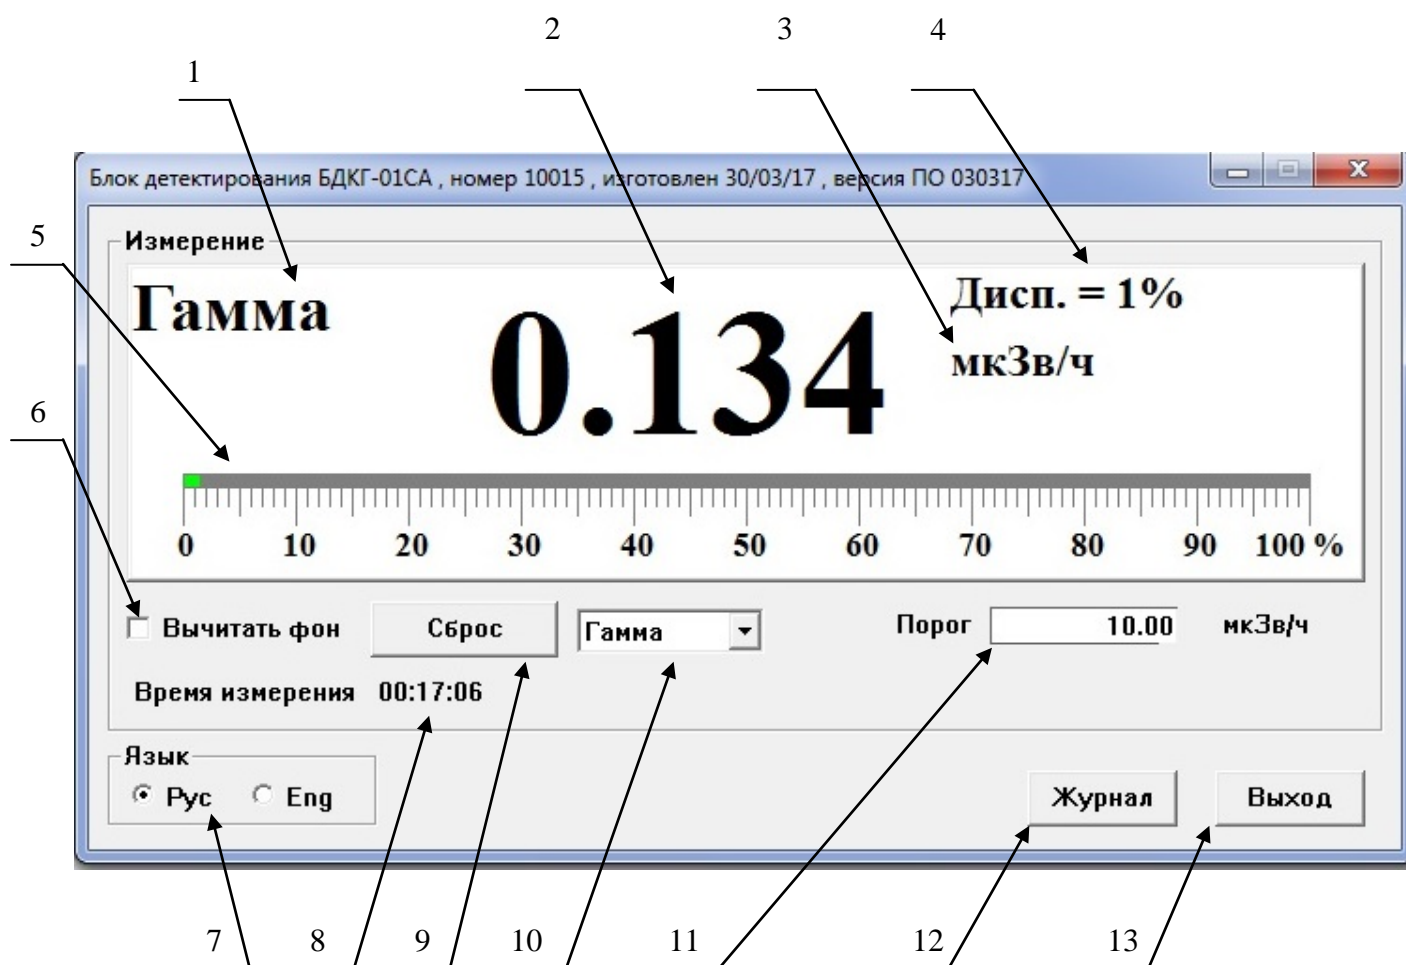
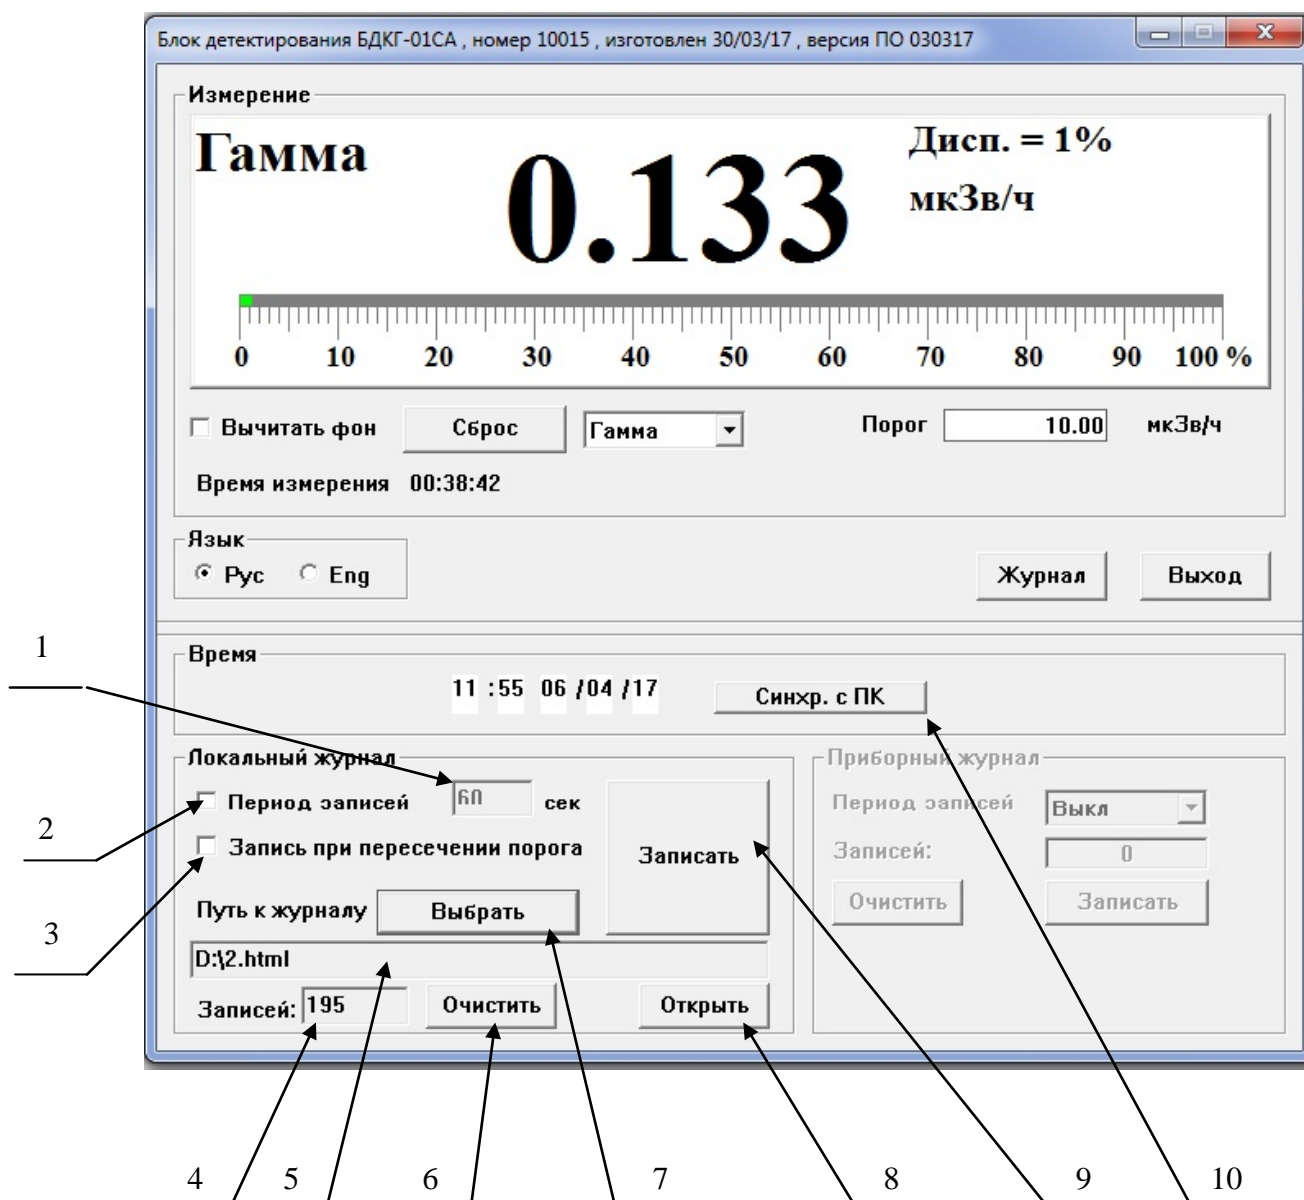

Рисунок 4 Окно программы «CONTROL\_BD.exe»
Рисунок 5 Окно настроек журнала программы «CONTROL\_BD.exe»
После запуска программы «CONTROL\_BD.exe» на экране появится интерфейс программы (см. рисунок 4).
2.4.4 Выберите необходимый режим измерения «ГАММА», «ДОЗА» или «ПОИСК» (рис. 4, поз. 10)
2.4.5 В процессе измерений отображается выбранный режим работы (рис. 4, поз. 1), значение текущего результата измерения (рис. 4, поз. 2), единицы измерения (рис. 4, поз. 3), статистическая погрешность результата измерения (рис. 4, поз. 4) и аналоговая шкала (рис. 4, поз. 5).
2.4.6 Для автоматического вычитания фона дождитесь требуемой статистической погрешности, поставьте галочку в окне 6 (рис. 4). При этом значение вычитаемого фона будет отображаться в поле интерфейса программы ниже единиц измерения. Это значение фона будет вычитаться из всех последующих измерений в данном режиме работы.
2.4.7 Установите необходимый порог сигнализации для выбранного режима измерения (рис. 4, поз.11).
2.4.8 При необходимости проведения нескольких последовательных измерений с заданной статистической погрешностью каждое новое измерение начинайте нажатием на кнопку «Сброс» (рис. 4, поз. 9).
2.4.9.1 Для доступа к настройкам журнала нажмите на кнопку «Журнал» (рис. 4, поз. 12). При этом откроется область интерфейса программы для настройки режимов записи результатов измерения в журнал (рис. 5).
2.4.9.2 Для создания файла журнала нажмите кнопку «Выбрать» (рис. 5, поз. 7). При этом откроется окно Проводника. Выберите и двойным кликом левой кнопкой мыши откройте папку, в которую должен быть записан журнал. В строке «Имя файла» запишите имя файла журнала. Нажмите кнопку «Открыть». На появившийся вопрос о создании нового файла нажмите кнопку «Да». После этого в адресной строке программы «CONTROL\_BD.exe» появится путь к созданному журналу (рис. 5, поз. 5).
2.4.9.3 Для синхронизации текущего времени записей в журнале с временем ПК нажмите кнопку «Синхр. с ПК» (рис. 5, поз. 10).
- для задания периодической записи через равные промежутки времени поставьте галочку в окне «Период записей» (рис. 5, поз. 2), задайте периодичность записей (рис. 5, поз. 1);
- для однократной записи нажмите кнопку «Записать» (рис. 5, поз. 9);
- для задания режима записей при превышении порога сигнализации (см. п. 2.4.7) поставьте галочку в окне записей при пересечении порога (рис. 5, поз. 3). Записи при превышении порога отмечаются в журнале красным цветом.
2.4.9.5 Число записей в журнале отображается в отведенном для этого поле программы (рис. 5, поз. 4).
2.4.9.6 Стирание всех записей в журнале осуществляется нажатием на кнопку «Очистить» (рис. 5, поз. 6). При стирании записей файл журнала сохраняется.
2.4.9.7 Для просмотра записей в журнале в онлайн режиме нажмите на кнопку «Открыть» (рис. 5, поз. 8).
2.4.10 Для выхода из программы «CONTROL\_BD.exe» нажмите на кнопку «Выход» (рис. 4, поз. 13).